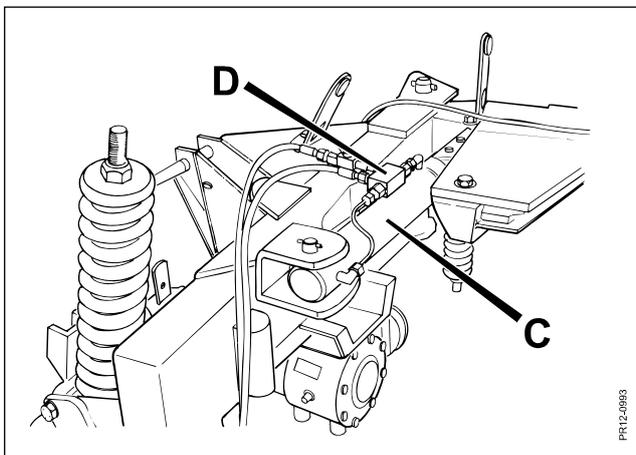

Fig. 3-5
- Fig.3-5 Une fois en position transport, "verrouiller" le vérin de pivotement **C** en fermant le robinet **D**.